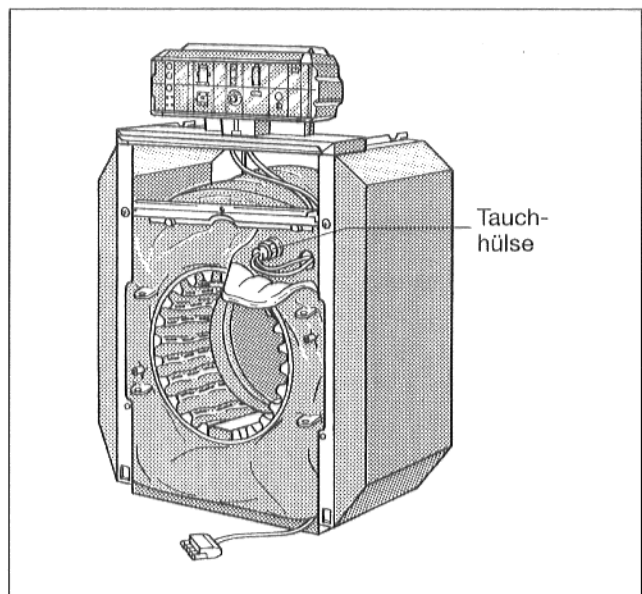

Abb. 17
- Rechte Ecke der Vorderwandwärmeschutzmatte abklappen (Abb. 17).